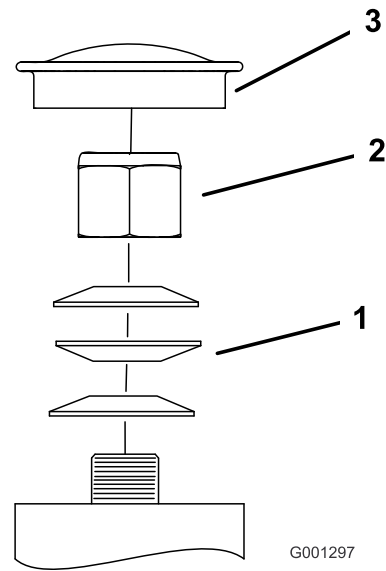

Figure 42
3. Retirez le capuchon anti-poussière de la roue pivotante et serrez le contre-écrou (Figure 42).
4. Continuez de serrer le contre-écrou jusqu'à ce que les rondelles élastiques soient aplaties, puis desserrez-le de 1/4 de tour pour obtenir la précharge correcte des roulements (Figure 42).
Important: Veillez à placer les rondelles comme illustré (Figure 42).
5. Remettez le capuchon anti-poussière en place (Figure 42).